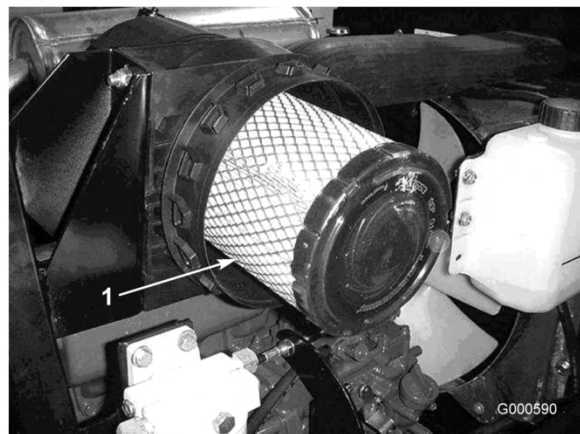

Figura 30
3. Togliete il filtro primario e sostituitelo (Figura 30).